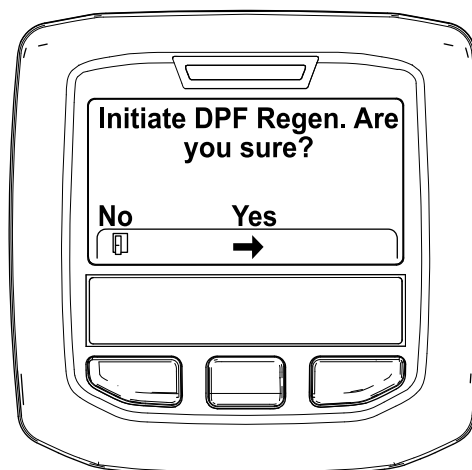

Figura 41
4. Quando viene visualizzato il messaggio "Inizializzare Rigen. FAP?" premete il pulsante centrale (Figura 41).